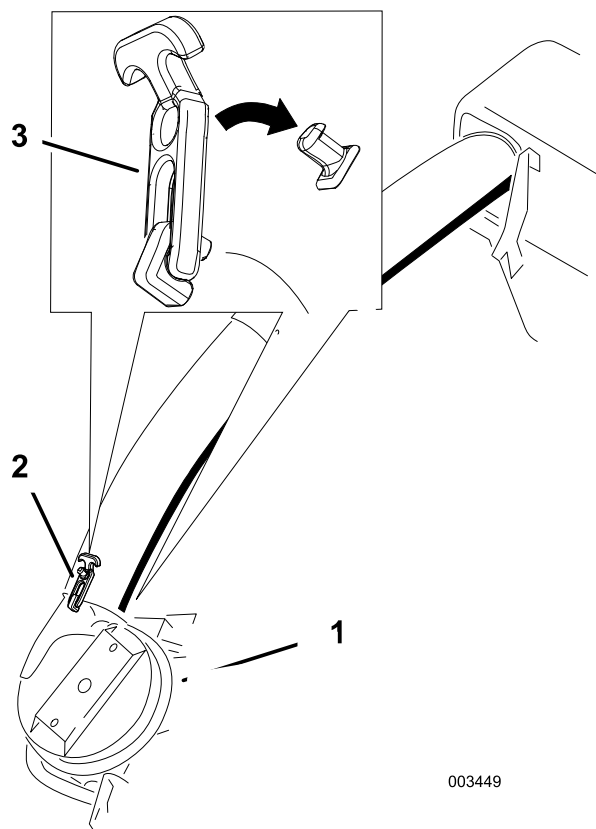
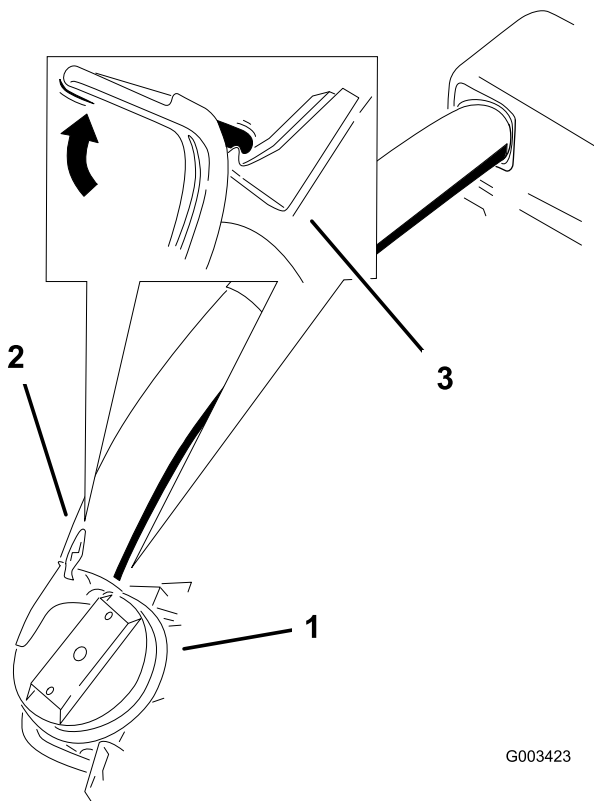

Figura 28
Figura 29
9. Deslice el tubo inferior sobre la bota y conéctelos con el cierre (Figura 28 o Figura 29).